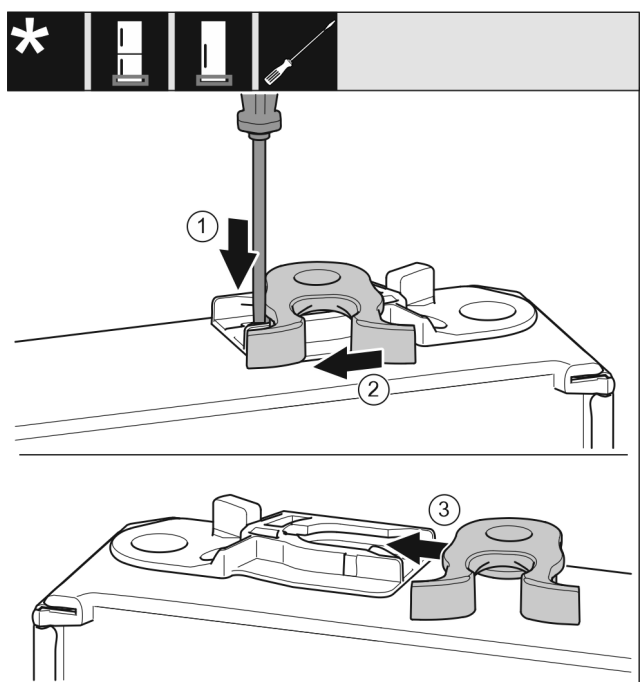

Fig. 17
- ▶ Plochým skrutkovačom zatlačte strmeň nadol. Fig. 17 (1)
- ▶ Zatvárací hák vyťahnite z vedenia. Fig. 17 (2)
- ▶ Zatvárací hák zasuňte na druhej strane do vedenia. Fig. 17 (3)